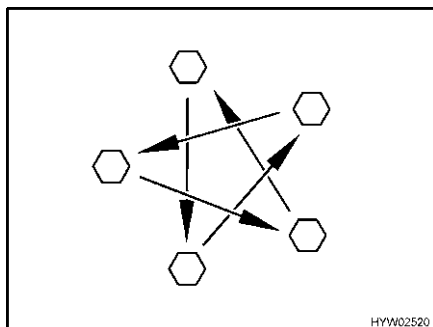

Fig. 245 Serrer en croix les écrous ou les boulons de roue
- Vérifier régulièrement le serrage des écrous ou des boulons de roues. Reserrer alternativement et en croix (Fig. 245) tous les écrous ou les boulons de roue 50 km après le changement d'une roue.
- ▷ Serrer en croix les écrous ou les boulons de roue (Fig. 245).